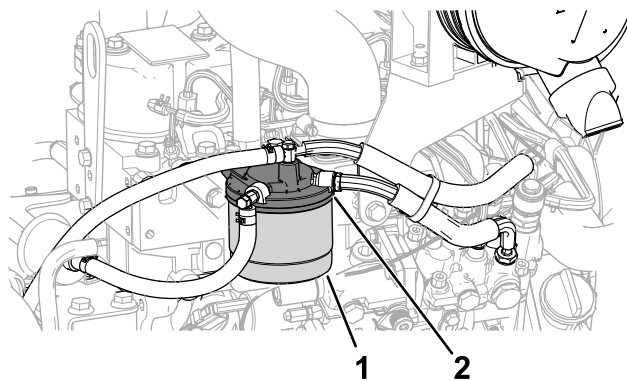

图 60
2. 拆下滤清器并清洁滤清器头安装面图 60。
1. 清理燃油滤清器头附近的区域图 60。